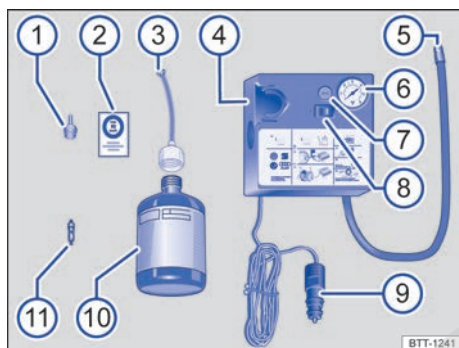

Fig. 224 Representación esquemática: componentes del kit reparapinchazos.
El kit reparapinchazos puede ir alojado en diferentes lugares dentro del vehículo como, p. ej., en el portaobjetos lateral del maletero o debajo del piso del maletero. Se compone de las siguientes piezas → fig. 224:
12. Pegue el adhesivo → fig. 224 ② del kit reparapinchazos en el tablero de instrumentos dentro del campo de visión del conductor.
- Desenrosque el obús de la válvula con el desmontaobuses → fig. 224 ① y deposítelo sobre una base limpia.
- Agite enérgicamente la botella de sellante → fig. 224 ⑩ unas cuantas veces.
- Enrosque fijamente el tubo de llenado → fig. 224 ③ en la botella de sellante en el sentido de las agujas del reloj. El precinto de la boca de la botella se perfora automáticamente.
- Retire el tapón del tubo de llenado → fig. 224 ③ e introduzca el extremo abierto en la válvula del neumático por completo.
- Enrosque nuevamente el obús en la válvula del neumático con ayuda del desmontaobuses → fig. 224 ①.
- Enrosque fijamente el tubo de inflado → fig. 224 ⑤ del compresor de aire en la válvula del neumático.
- Enchufe el conector → fig. 224 ⑨ en una toma de corriente de 12 voltios del vehículo → pág. 200.
- Encienda el compresor de aire con el conmutador de encendido y apagado → fig. 224 ⑬.
- Deje el compresor en funcionamiento hasta alcanzar una presión de 2,0 a 2,5 bares (29-36 psi/200-250 kPa) → ⚠ **No lo deje funcionar más de 8 minutos** → ④.
Vuelva a enroscar el tubo de inflado → fig. 224 ⑤ y compruebe la presión del neumático en el indicador ⑥.